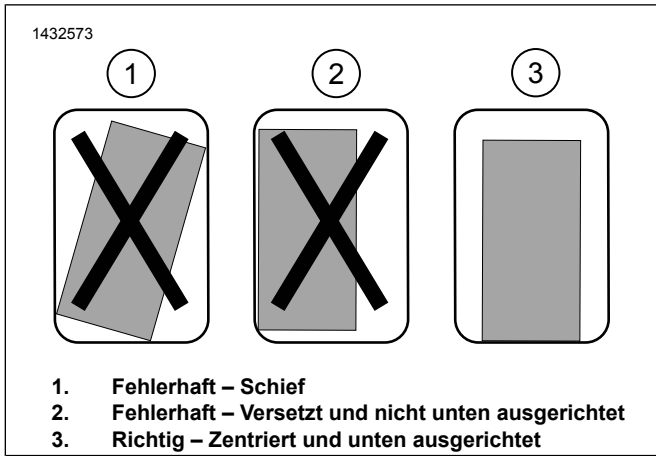

Abbildung 11. Einbau der Befestigungshalterung
- a. Abbildung 11 Den Sitz der Befestigungshalterung prüfen. Die Halterung muss gerade, zentriert und so nah wie möglich am Boden der Satteltasche ausgerichtet sein.
- c. Abbildung 11 Den endgültigen Sitz prüfen, um sicherzustellen, dass die Halterung gerade, zentriert und so nah wie möglich an der Unterseite der Satteltasche ausgerichtet ist.